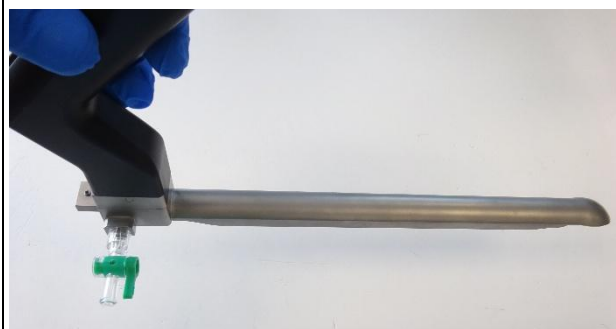

Fig. 10
6. Pour vérifier la fixation de la canule d'aspiration sur le rétracteur, il faut tenir le ce dernier comme indiqué sur la figure 10.